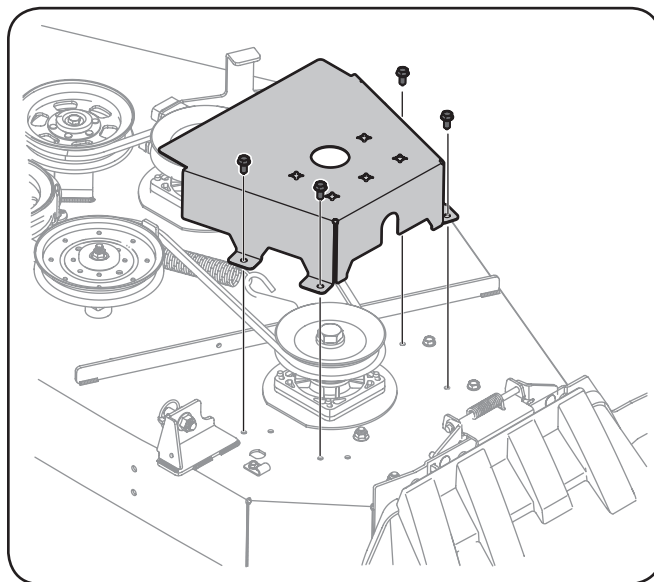

Figura 7-7
- Saque los tornillos de arandela hexagonal que sujetan las cubiertas de las correas a la plataforma. Vea la Figura 7-7.
- Extraiga las dos poleas locas, para lo cual debe retirar los tornillos de cabeza hexagonal y las tuercas de seguridad con brida que las sujetan a la plataforma y el brazo de polea loca. Vea la Figura 7-7. No pierda ningún herraje al sacar el tornillo de cabeza hexagonal y la tuerca de seguridad con brida.
- Instale la nueva correa alrededor de las poleas del husillo tal como se muestra y reinstale las cubiertas de las correas. Vea la Figura 7-7.